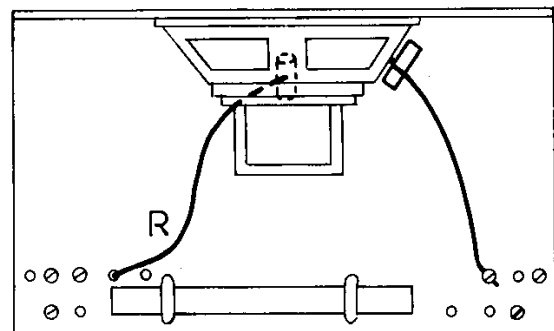

Fig. B18
28. Sluit de luidspreker met twee draden aan volgens fig. B18. Eén van deze draden gaat van de klem aan de luidspreker naar een klem rechts op de bruine isolatieplaat. De andere draad, gemerkt met de letter R, wordt vastgezet in de klem onderaan de luidspreker en verdwijnt door een gat in de isolatieplaat. In fig. B14 kun je zien, aan welke klem deze draad (R) aan de onderzijde van het toestelletje moet worden vastgezet.